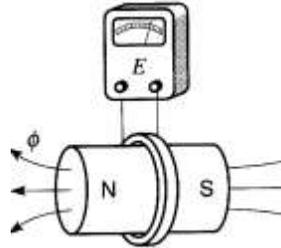

Figure 1
1. On désire mesurer le flux produit par un aimant permanent. A cette fin, on glisse une bobine de 200 spires au centre de l'aimant, comme indiqué sur la figure 1. Ensuite on retire rapidement et totalement l'aimant de la bobine. Un voltmètre intégrateur (mesure la tension qui le traverse multipliée par sa durée) enregistre une impulsion de 400 millivolts-secondes. Quelle est la valeur du flux ? Si l'on retirait la bobine en 0.2 secondes, quelle serait la valeur moyenne de la tension induite ?